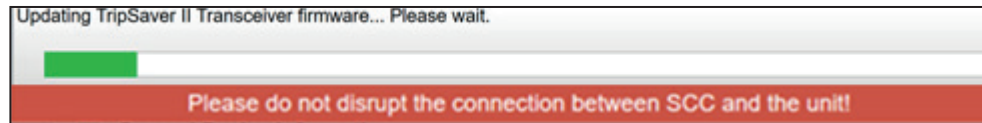

Figura 56. La barra de progreso de la actualización del firmware.
- Actualiza el firmware (Ver Figura 56 en la página 42).